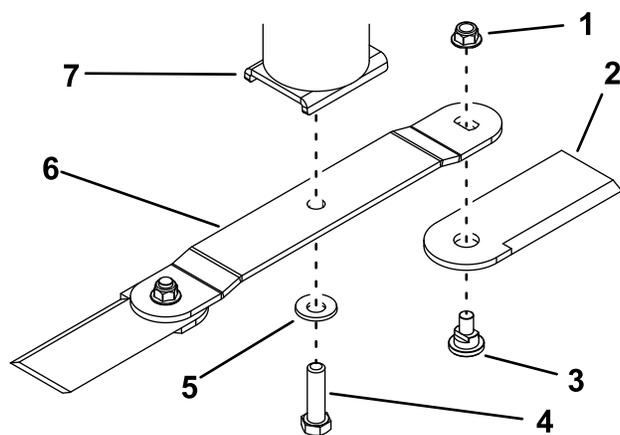

Bild 37
2. Entfernen Sie die Messerschraube, Wellenscheibe und das Schnittmesser von der Messeraufnahme an der Unterseite der Spindelwelle (Bild 37).
Feilen Sie von der Rückseite des Schnittmessers (gegenüber der Schnittkante) etwas Metall ab, wenn das Schnittmesser nicht ausgewuchtet ist (Bild 37).
1. Befestigen Sie das Schnittmesser mit der Messerschraube und der Wellenscheibe auf der Spindelwellenbaugruppe (Bild 37).
3. Wenn Sie nur die Schlegelmesser montieren, befestigen Sie die Schlegel mit der Schlegelschraube und einer neuen Mutter für jeden Schlegel am Messerende (Bild 37). Ziehen Sie die Mutter mit 103-127 N·m an.